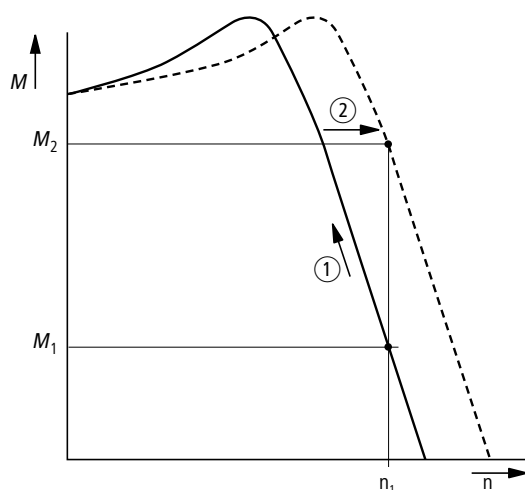

Abbildung 71: Drehzahlverhalten mit Schlupfkompensation
So wird – vereinfacht dargestellt – bei zunehmendem Lastmoment ① die dadurch bedingte Drehzahlabsenkung durch ein Anheben der Ausgangsfrequenz ② kompensiert (→ Abbildung 71).